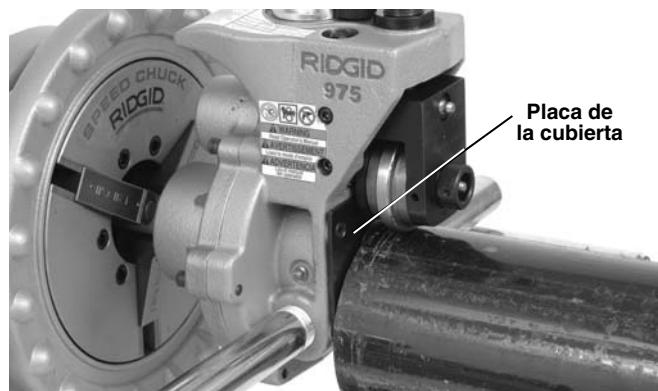

Figura 8 – Montaje del tubo sobre el eje de accionamiento y al ras con la placa de la cubierta
- Ajuste el tubo y los soportatubos para que el extremo del tubo quede topando la placa de la cubierta de la Ranuradora y que el interior del tubo haga contacto con el contorno del eje de accionamiento (*Figura 8*). Las líneas imaginarias centrales del tubo y del eje de accionamiento deben quedar paralelas entre ellas. Esto se logra nivelando tanto el accionamiento motorizado o roscadora y el tubo.